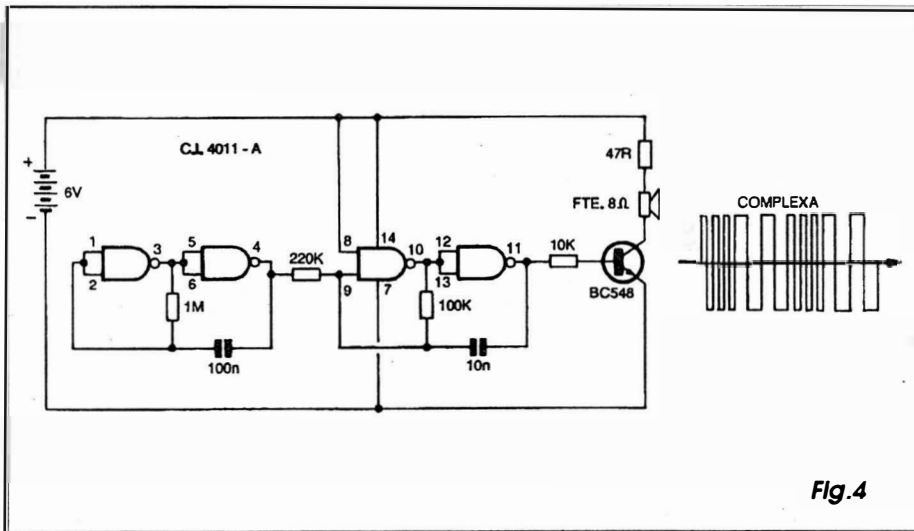

Fig.4
- FIG. 4 - A GERAÇÃO ELETRÔNICA DE UM SOM COMPLEXO... - Valendo-nos de dois astáveis elaborados com gates de um integrado digital C.MOS (Teoria e Prática do tema, já estudadas...), podemos conseguir uma inter-modulação que, depois de traduzida acusticamente pelo alto-falante, se mostra aos nossos ouvidos com um jeito absolutamente ca-